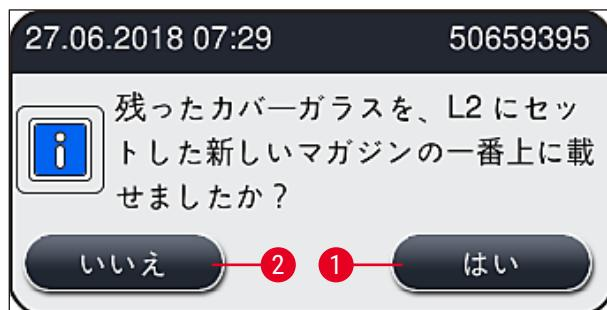

図 63
8. フードを閉じると、残ったカバーガラスを新しいカバーガラスマガジンに移したかどうかを尋ねる質問が表示されます (→ 図 63)。移した場合は、この情報メッセージに はい (→ 図 63-1) で答えます。カバーガラスを移さなかった場合は、この情報メッセージに いいえ (→ 図 63-2) で答えます。